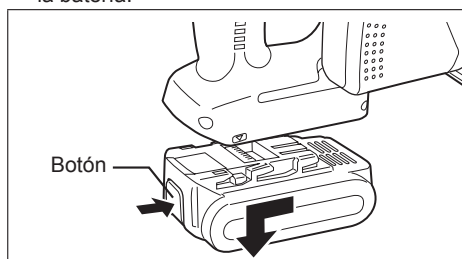

Fig. 3
2. Para extraer la batería (Consulte la Fig. 3.) Presione el botón desde el frente para soltar la batería.